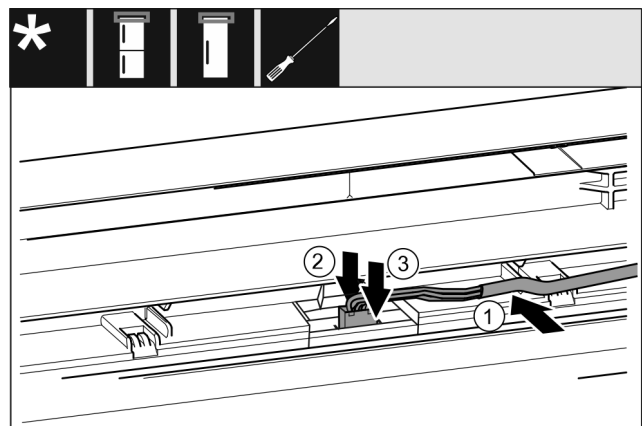

Fig. 46 制冷/冷冻组合/冰柜/冰箱*
- ▶ 将电缆 Fig. 46 (1)置入上方冰箱门的导向装置。*
- ▶ 将止动凸缘 Fig. 46 (2) 向后按住。*
- ▶ 插入插头 Fig. 46 (3)。*